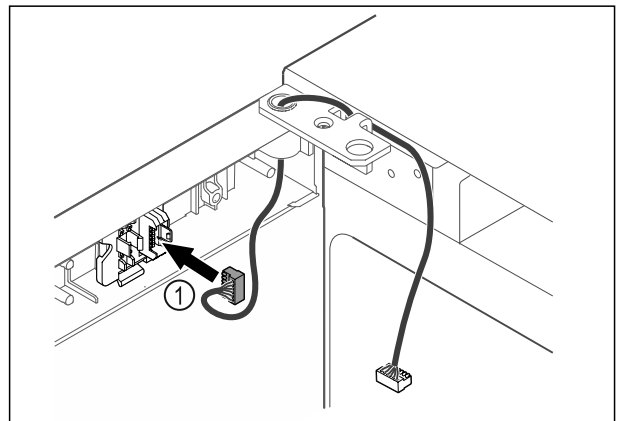

Fig. 42
- ▶ Вставити штекер Fig. 42 (1) в кріплення штекера.